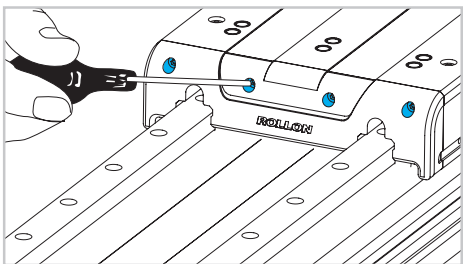

Fig. 2
- 1) Rimuovere il frontalino da entrambi i lati del carro svitando le viti. (Fig. 2).